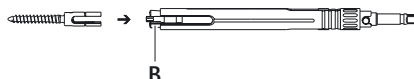

Рис. 4
- Введите педикулярный винт в зажимную втулку **B** с рабочего конца, см. Рис. 4.